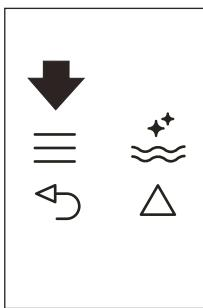
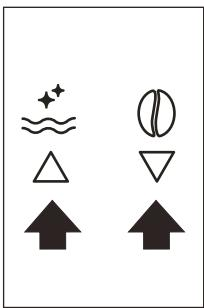

Рис. 22
Рис. 9
- ▶ Нажмите значок (B2), чтобы войти в меню (рис. 22), затем нажмайте значки (B7) и (B8) (рис. 9) пока на дисплее не появится сообщение PROGRAM HOT WATER (ПРОГРАММИРОВАНИЕ, ГОРЯЧАЯ ВОДА).
- ▶ Нажмите значок \equiv (B2), чтобы войти в меню (рис. 22), или нажимайте значки Δ ∇ (B7) и (B8) (рис. 9) пока на дисплее не появится сообщение PROGRAM CAPPUCCINO (ПРОГРАММИРОВАНИЕ, КАПУЧИНО).
- ▶ Для подтверждения нажмите значок **ок** (B9), затем нажимайте значки Δ ∇ (B7) и (B8) (рис. 9), пока на дисплее не появится сообщение COFFEE FOR CAPPUCC. (КОЛИЧЕСТВО КОФЕ ДЛЯ КАПУЧИНО).